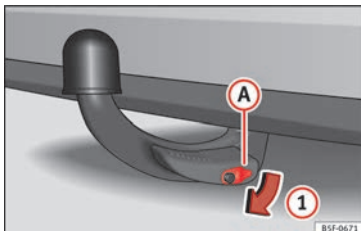

Abb. 216 Schlossabdeckung abnehmen
- Nehmen Sie die Schlossabdeckung **A** in Pfeilrichtung **1** vom Schloss ab » Abb. 216.